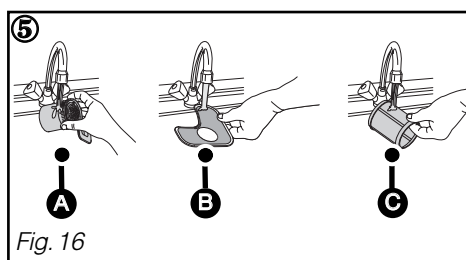

Fig. 16
- ⑤ Limpe cuidadosamente os filtros **A**, **B** e **C** com água corrente. (Fig. 16)